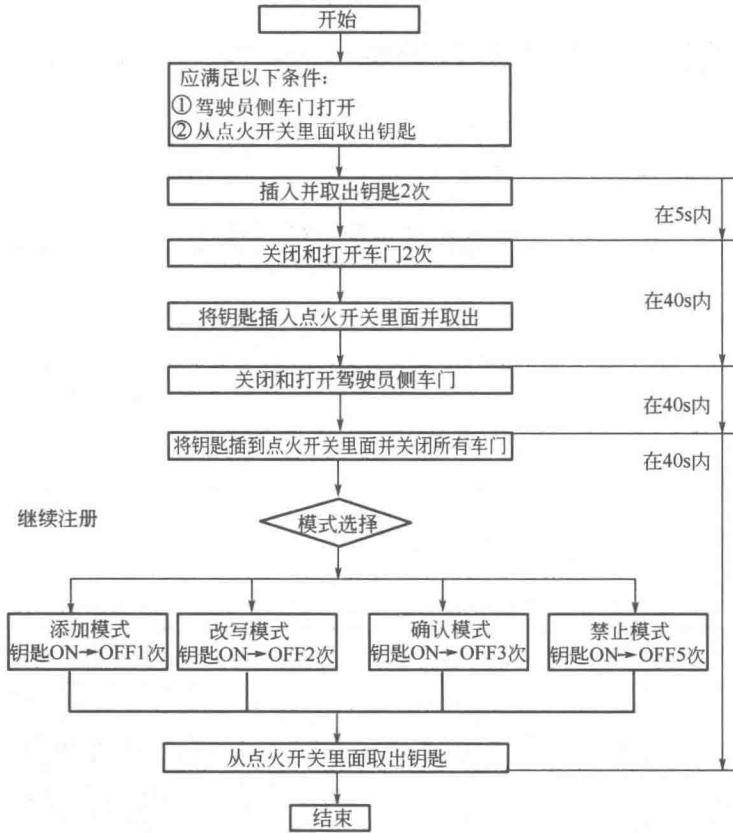

图 1-3-3 类型 1 遥控钥匙编程设定操作方法
###### (1) 类型 1 遥控钥匙编程设定 (图 1-3-3)